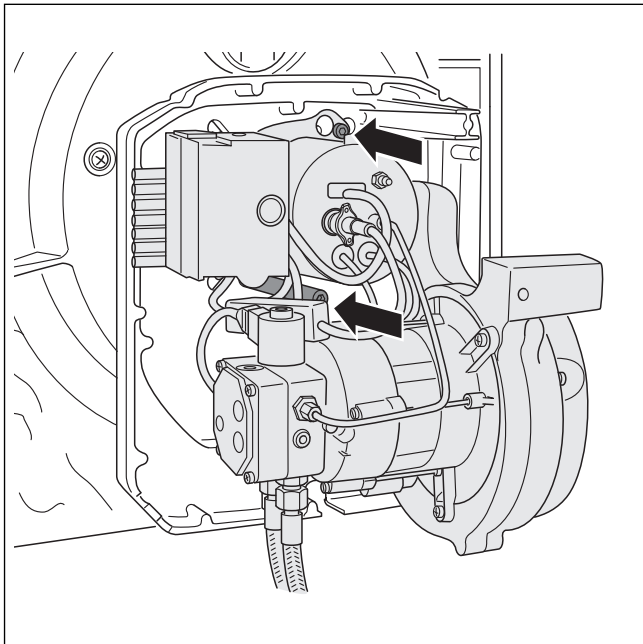

Bild 23 Brenner an der Rückwand befestigen
- ▶ Brenner auf die beiden Schrauben in der Brennerrückwand (→ Bild 23) aufsetzen.